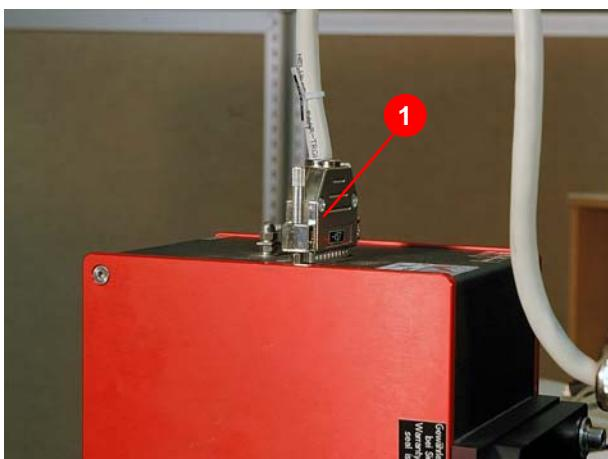

Abbildung 5.1 Anschlußstecker Galvokopf
1. Anschlußstecker des Galvokopfes (1) (Abbildung 5.1) lösen und abziehen.